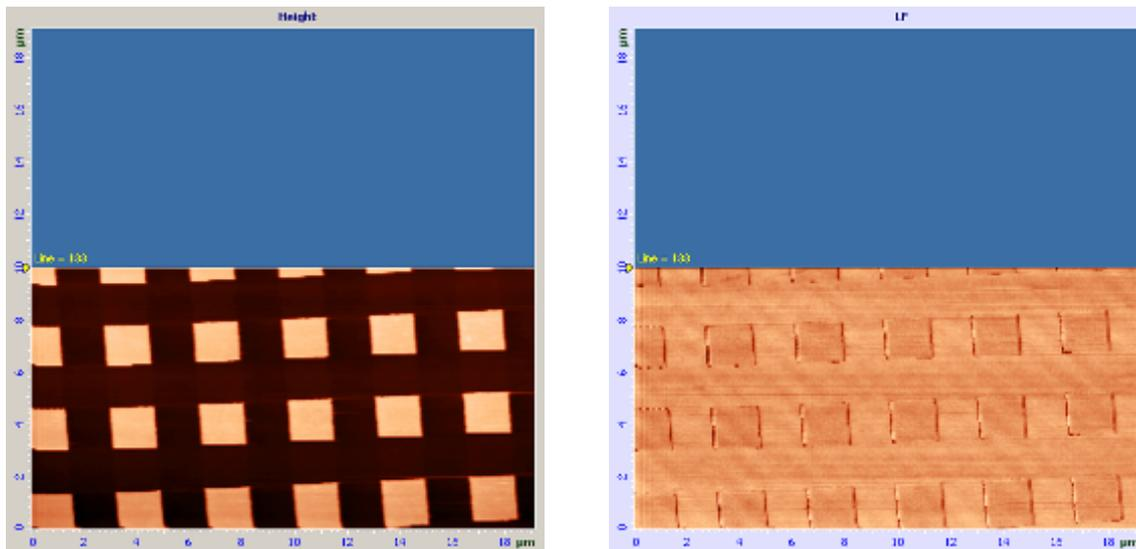

Рис. 6-26. Изображение рельефа и распределения латеральных сил
- начнется построчное сканирование поверхности образца и в области отображения 2D-данных сканирования появятся два изображения: в одном отобразится рельеф поверхности (сигнал **Height**), в другом - распределение латеральных сил (сигнал **LF**) (Рис. 6-26);